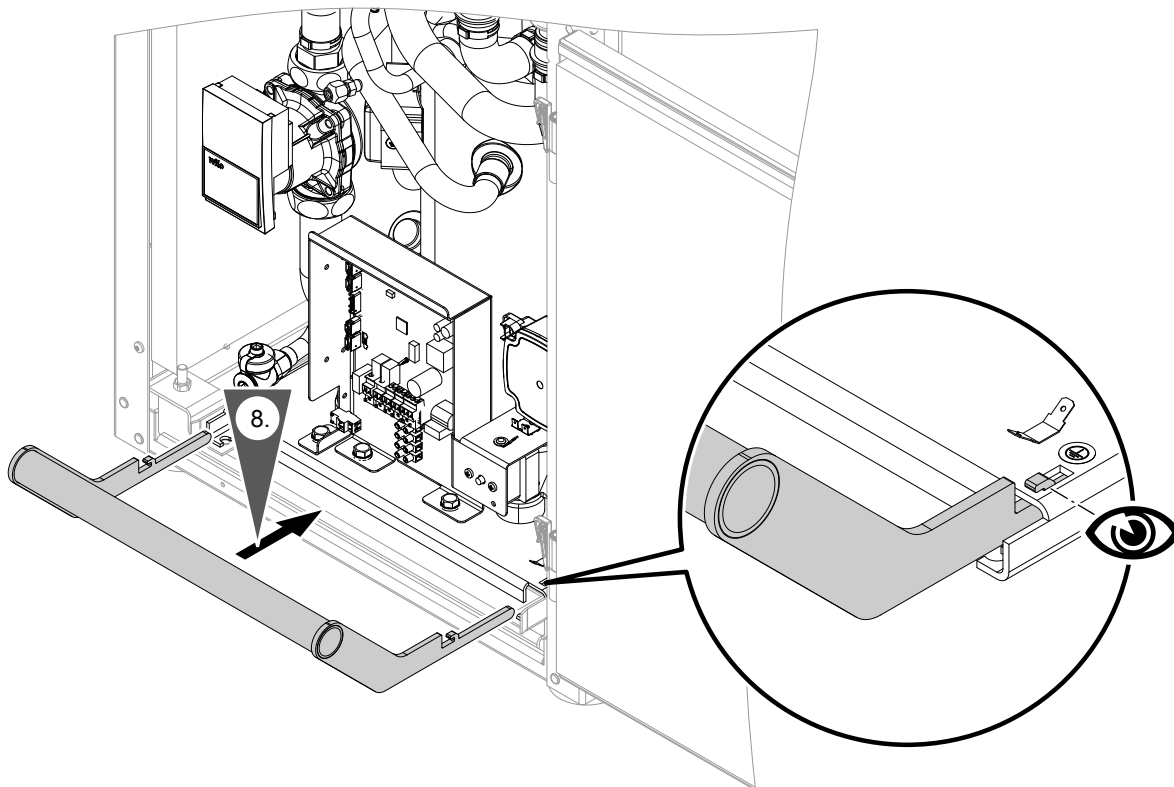

Abb. 10
1. Beide Bügel der Tragehilfe am Wärmepumpenmodul vorn und hinten einstecken: Siehe Abb. 10 auf Seite 18.